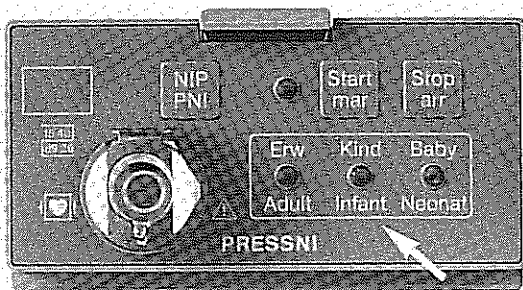

Bild 10
- * Wählen Sie gegebenenfalls mit der Taste F7 Erwachsener oder mit F8 Kind den erforderlichen Meßbereich. Am Modul leuchtet die entsprechende Kontrolllampe 2/6 (Bild 10).
- * Wählen Sie gegebenenfalls mit der Taste **F7 Erwachsener**, mit **F8 Kind** oder mit **F9 Baby** den erforderlichen Meßbereich. Am Modul leuchtet die entsprechende Kontrolllampe 2/6 (Bild 10).